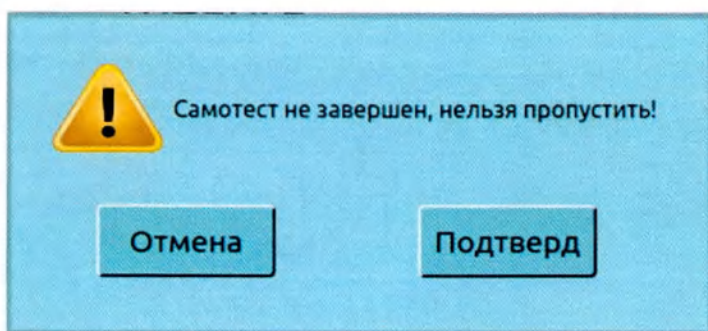

Рис. 6-5 Экран пропуска самотестирования
- Всплывающий интерфейс программы пропуска самотестирования показан на рис. 6-5